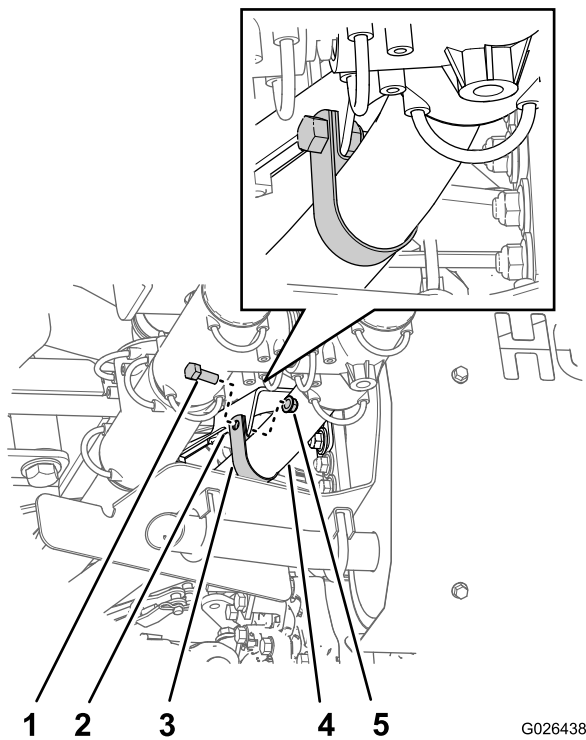

Figura 15
1. Faça deslizar o grampo (1-1/4 pol.) à volta da mangueira de 1-1/4 pol. que está adjacente ao gancho de escape do suporte do tubo de escape (Figura 8 e Figura 15).
2. Alinhe o furo no grampo com o furo no olhal do suporte da panela de escape (Figura 15).
3. Coloque o grampo no suporte (Figura 15) com o parafuso (5/16 x 1 pol.) e a porca de bloqueio sextavada (5/16 pol.).